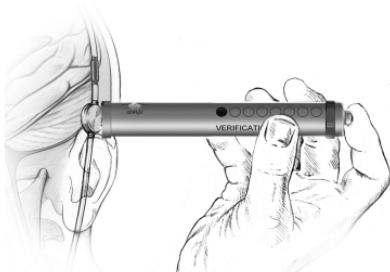

Fig. 7: Așezarea Verification Tool
*Verification Tool* se aşază central pe valvă. Marcajul de pe *Verification Tool* trebuie să indice spre cateterul proximal (cel ce duce către ventricul) (fig. 7).